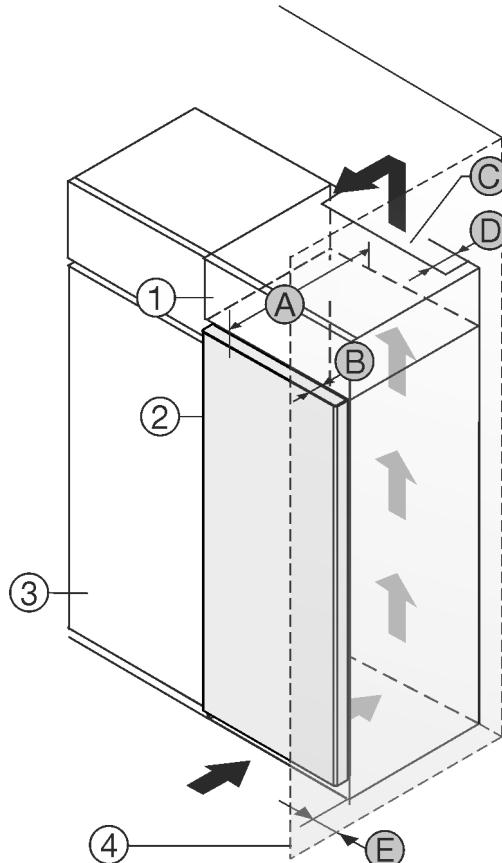

Fig. 1
- (1) Nadstavná skrinka *
- (2) Zariadenie *
- (3) Kuchynská skriňa *
- (4) Stena *
- (A) Hĺbka zariadenia *
- (B) Hĺbka dvier *
- (C) Prierez vetracieho otvoru *
- (D) Vzdialenosť zadnej strany zariadenia *
- (E) Vzdialenosť od boku zariadenia *
Zariadenie môžete inštalovať priamo vedľa kuchynskej skrine Fig. 1 (3).*
Na zadnej strane nadstavnej skrine musí byť vetracia šachta s hlbkou Fig. 1 (D) cez celú šírku nadstavnej skrine.*
Pod stropom miestnosti sa musí dodržať prierez vetracieho otvoru Fig. 1 (C).*
Ak zariadenie nainštalujete so závesmi vedľa steny Fig. 1 (4), tak vzdialenosť medzi zariadením a stenou musí byť minimálne 13 mm.*
Ak zariadenie nainštalujete so závesmi vedľa steny Fig. 1 (4), tak vzdialenosť medzi zariadením a stenou musí byť minimálne 20 mm.*
Aby ste mohli dvere úplne otvoriť, zariadenie musí vyčnievať o hlbku dverí Fig. 1 (B) prednej časti kuchynskej skrine. V závislosti od hlbky kuchynských skriň Fig. 1 (3) a použitia dištančných držiakov na stenu môže zariadenie prečnievať ešte viac.*